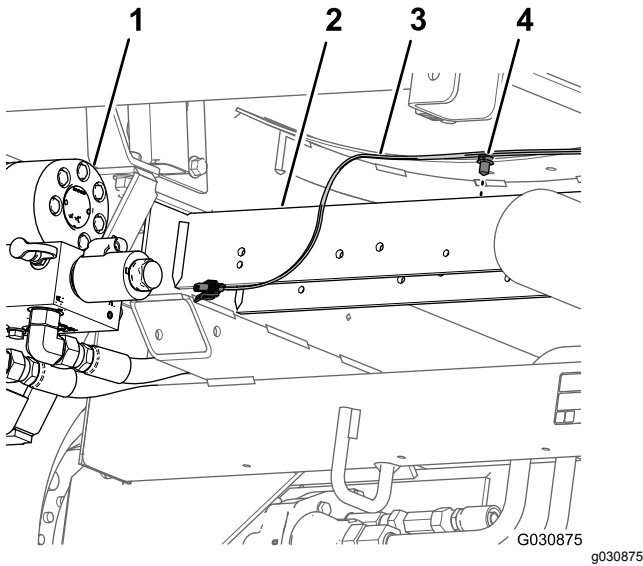

Figure 59
6. Retirez la fixation à pression qui fixe le faisceau arrière (Figure 59) dans les trous du tube